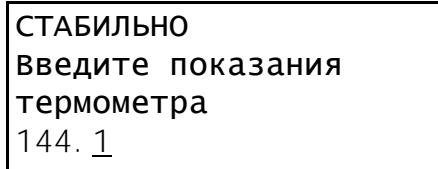

Рисунок 23 – Ввод первой точки калибровки датчика температуры
5.4.7 Когда наступит стабилизация, ввести показания образцового термометра (см. рисунок 23). Изменение вводимых чисел производится при помощи ручки, а сдвиг курсора кнопками **[Режим]** и **[*]**. После ввода значения нажать кнопку **[Пуск]**.